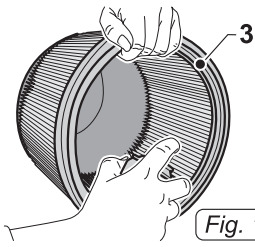

Fig. 13
- Limpiar el filtro (3 Fig.13) desde el interior hacia afuera con un soplo de aire; si está muy sucio es necesario sustituirlo.